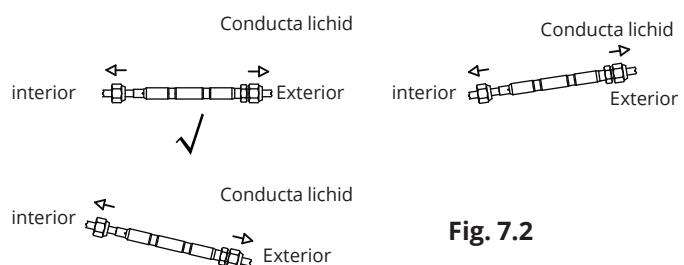

Fig. 7.2
- La instalare, consultati diagrama. (Fig. 7.2)